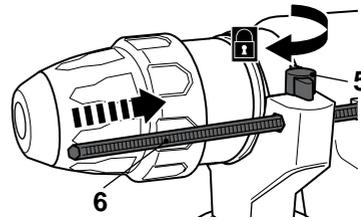

Fig. 5
- > Insérer la butée de profondeur [6] dans le trou comme indiqué (Fig. 5).